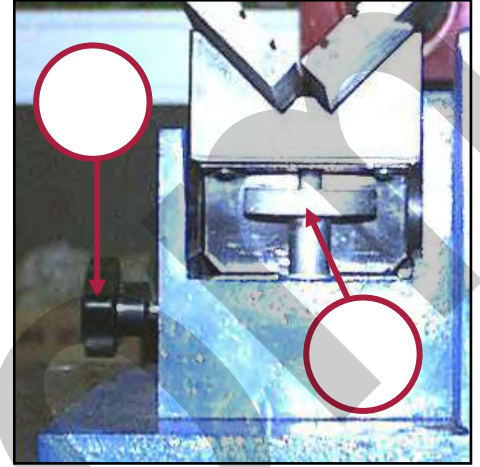

Figura 6 – Comandi di regolazione.
Per impostare la profondità di smusso desiderata si deve operare attraverso la vite di regolazione (rif. 10 in figura 6), nel seguente modo:
1. sbloccare la vite regolazione svitando la manopola di blocco (rif. 11 in figura 6);